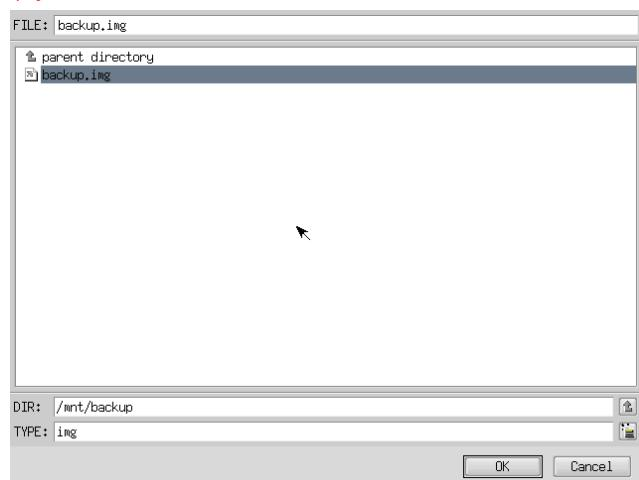

図 5-2-5. ファイル参照画面
- ⑧ ファイル参照画面（図 5-2-5）が表示されます。バックアップUSBは、/mntにマウントされていますので、/mnt 以下から目的のファイルを探してください。[OK]を押すとファイル選択画面にもどります。
- ⑨ ファイル参照画面（図 5-2-5）で指定したバックアップファイルが入力されていることを確認します。